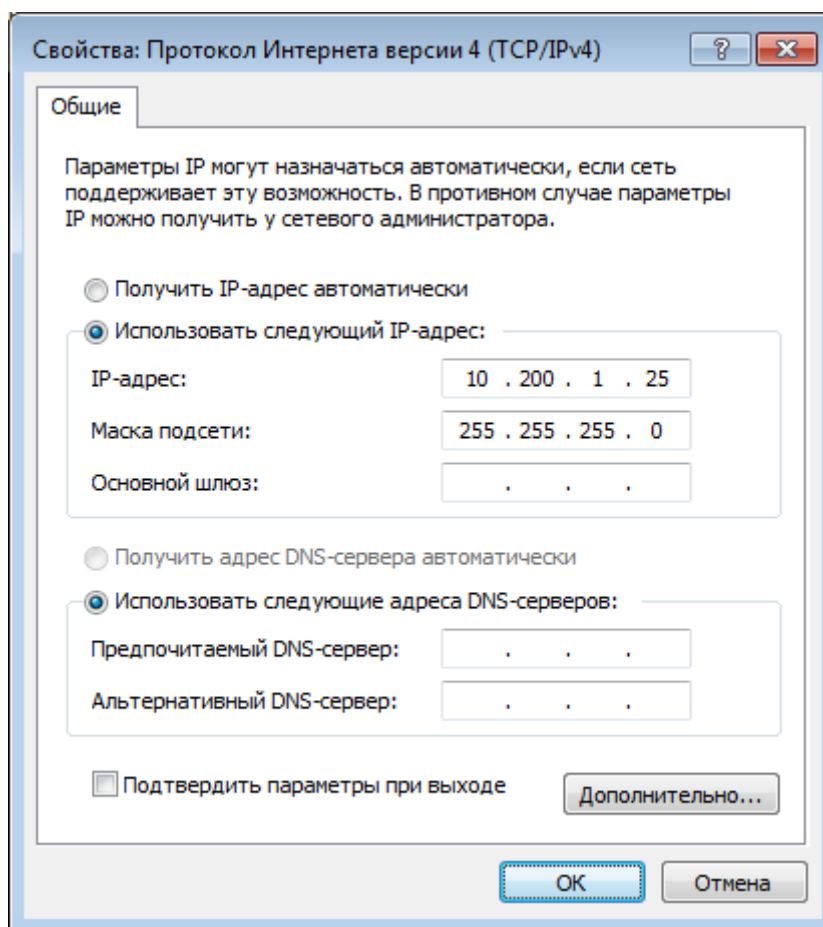

Рисунок 9.31 — Настройка сетевого подключения
- В окне свойств TCP-соединения в поле **IP-адрес** задайте **10.200.X.YYY**, где **YYY** – любое число в диапазоне от 1 до 254, кроме занятых; в поле **Маска подсети** введите **255.0.0.0** (рисунок 9.31). Нажмите на кнопку **ОК**.